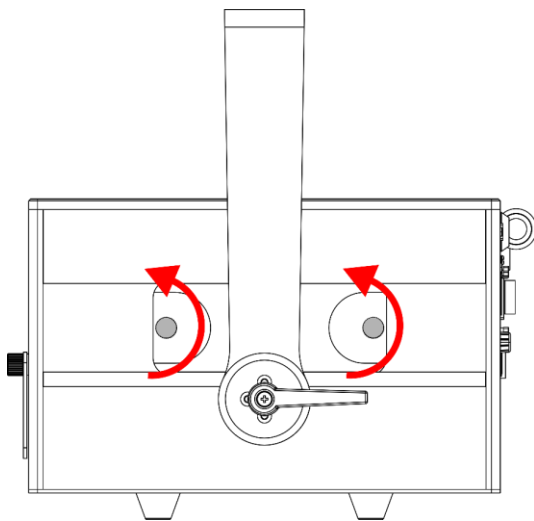

Fig. 15
- 01) Gire los 2  **tornillos de ajuste de la placa de cubierta (03)** en sentido antihorario como se muestra en la Fig. 15.